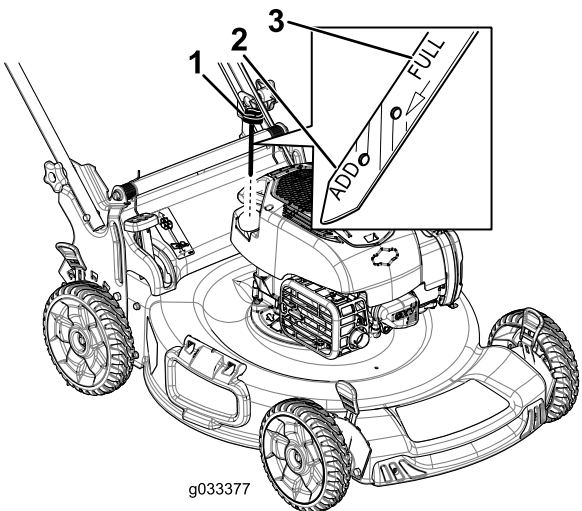

Figura 20
- 3. Retire la varilla girando el tapón en el sentido contrario a las agujas del reloj y tirando del mismo (Figura 20).
10. Observe en la varilla el nivel de aceite (**Figura 20**).